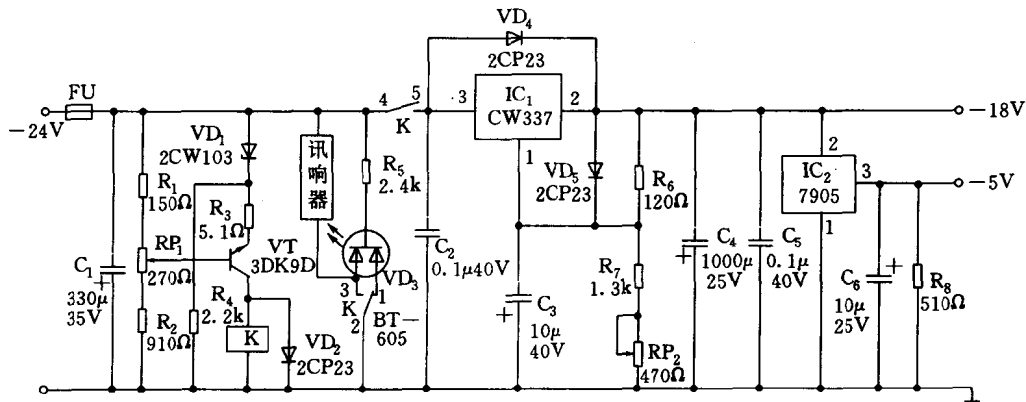

图 1-4
①输入电压: $-22V \sim -27V$;
- ②输出电压电流： -5V 、 0.3A 、 -18V 、 1A ；
- ③输出可调范围： $\geq U_0 \pm 5\% U_0$ ；
- ④电压稳定度(输入电压为 $-22 \sim -27\text{V}$)： $\leq 1\%$ ；
- ⑤负载稳定度(负载电流为 $10\% \sim 100\% I_0$)： $\leq 10\%$ ；
- ⑥纹波电压(输入电压 -24V 满载时测量)： $\leq 1\text{mV}$ 。
电路如图 1-4 所示。CW337 是一种三端可调负电压稳压器。当输入为 -24V 直流电源时，该电源通过分压电路 R_5 、 R_6 及 RP_2 在 CW337 的①脚得到可变的分压值，使③脚输出 -18V 直流稳压电源。同时供给三端固定稳压器 LM7905 的②脚作为输入电源，使③脚输出 -5V 的直流稳压电源。二极管 VD_4 、 VD_5 为 CW337 的保护管。